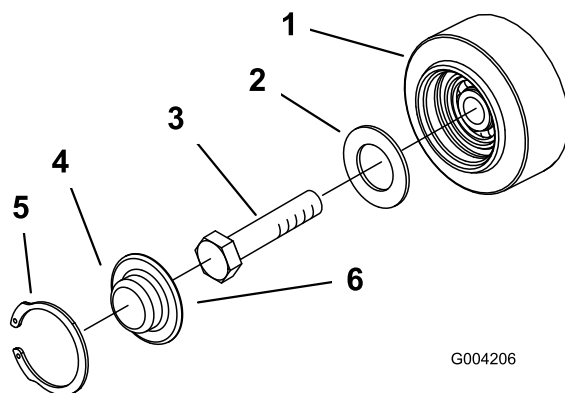

Рисунок 49
4. Проверьте наличие смазки под колпачком и вокруг прокладки (Рисунок 49). Если она грязная, содержит песок, или истощилась, удалите всю смазку, замените прокладку и заложите свежую смазку.